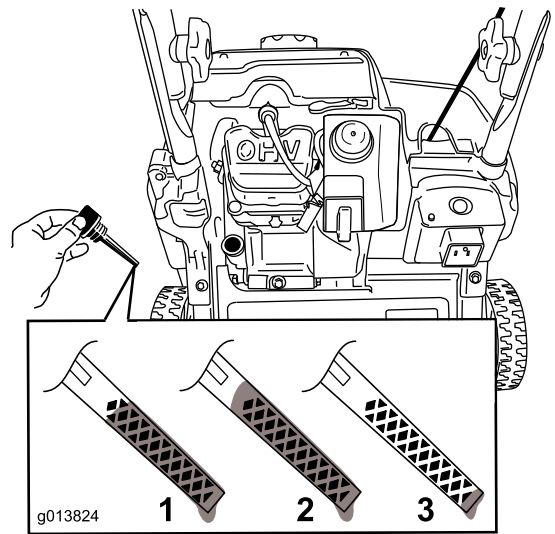

Figure 27
**Remarque:** Pour déterminer le niveau d'huile correct avec la jauge, voir la Figure 27.
**Remarque:** Versez de l'huile dans le carter moteur jusqu'à ce que la jauge indique le niveau correct, comme indiqué à la Figure 27. Si vous remplissez la carter moteur, enlevez le bouchon de vidange pour vidanger l'excédent d'huile dans un bac.